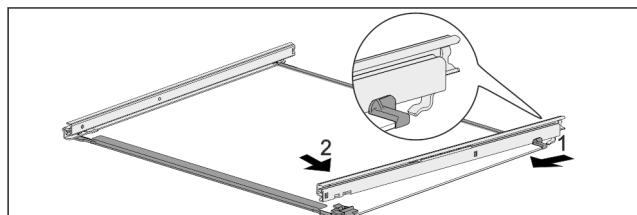

Fig. 105 Sklenená doska s kolajničkami
- ▶ Zaháknite kolajničku vzadu. Fig. 105 (1)
- ▶ Zaklapnite kolajničku vpred. Fig. 105 (2)